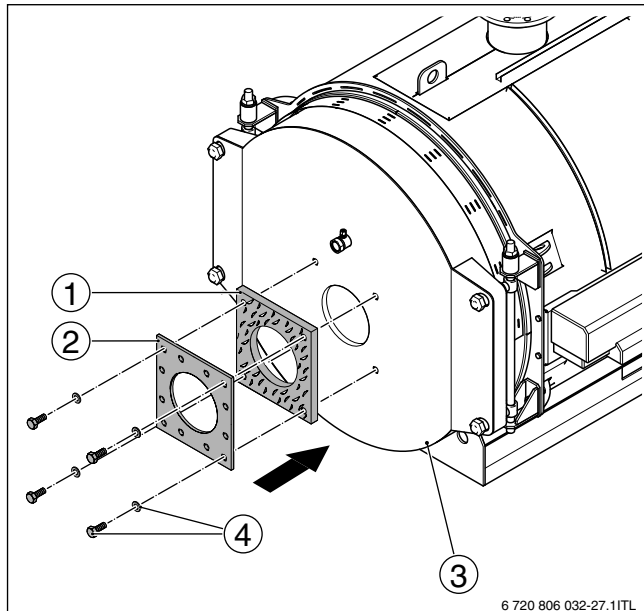

Рис. 19 Монтаж пластины под горелку
- ▶ Наденьте уплотнение на штуцер горелки (→ рис. 19, [1]).